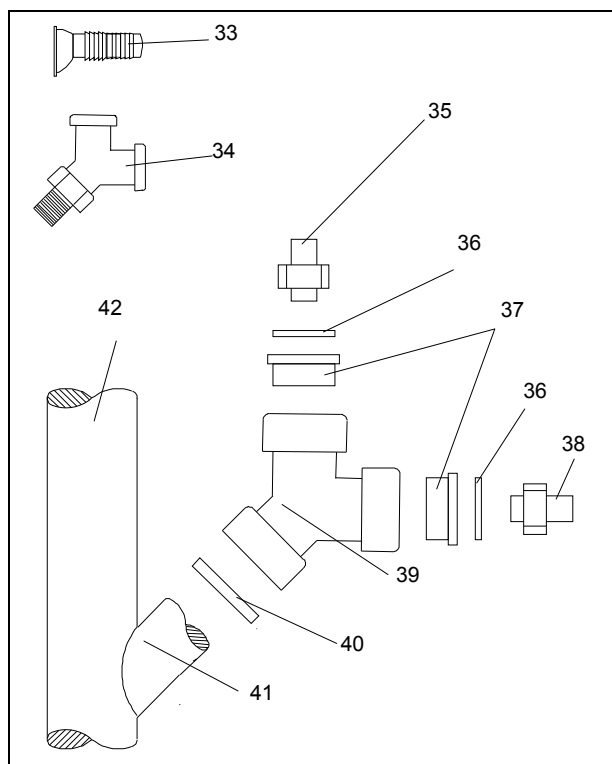

Рис. 4: Соединения для отработанной воды
- Соединения для отработанной воды должны быть выполнены согласно рисунку 4, используя поставляемые части, желательно выполнить установку непосредственно перед водяным затвором отработанной воды раковины. Во время установки углового соединения (двойного наконечника для шланга, рис. 4, блок 39) проверьте, чтобы однонаправленные откидные клапаны были расположены в пазах должным образом.